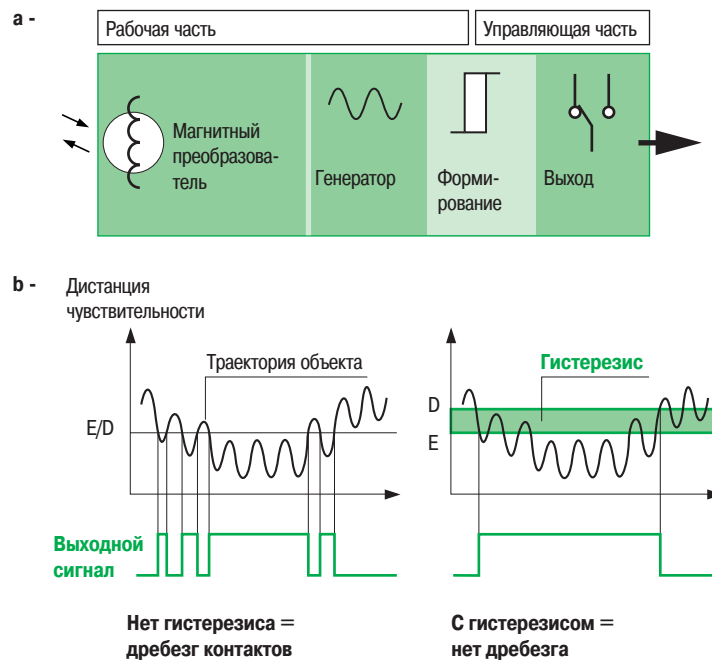

Рис. 6: Диаграмма работы индуктивного датчика, [a] схема, [b] гистерезис датчика
3.2. Описание индуктивных датчиков (см. Рис. 6а на следующей странице)
Этап формирования: Он реализуется с помощью пикового детектора и включенного последовательно компаратора, настроенного на два пороговых значения (триггер), для предупреждения преждевременного включения, когда обнаруживаемый объект близок к номинальному диапазону. Это позволяет сформировать гистерезис датчика (см. Рис. 6б на следующей странице).